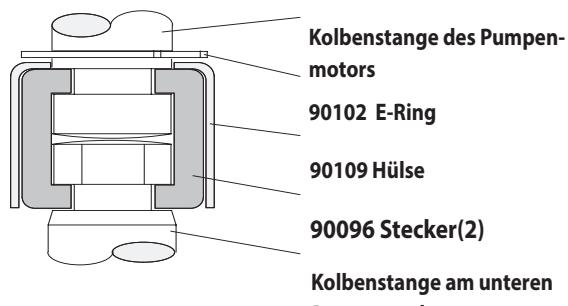

Abbildung 2
4. Den E-Ring mithilfe einer E-Ringzange so weit nach oben schieben, dass sich die Hülse nach oben bewegen kann und die zwei Stecker frei gegeben werden (siehe Abbildung 2).